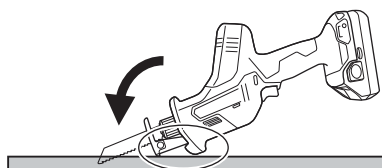

Fig. 25
- Tirez légèrement sur la gâchette pour maintenir une vitesse lente à mesure que vous sciez progressivement le matériau. (Fig. 25).